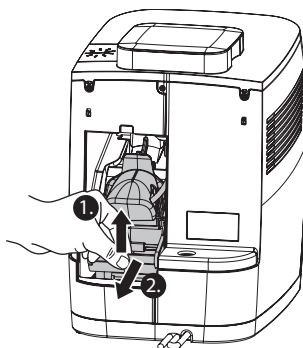

fig. 15: Træk bryggeenheden af
4. Træk bryggeenhedens røde arm opad, og træk bryggeenheden ud af maskinen skråt nedad (fig. 15).